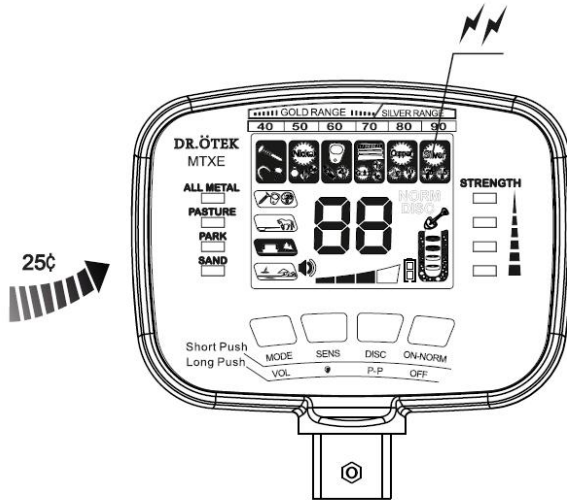

Abb. 12
- d) Als Reaktion auf die Metallprobe blinkt die entsprechende Zielanzeige auf und die digitale Anzeige zeigt die entsprechende Nummer an (siehe Abb. 12, mit Zinkmünze als Beispiel).